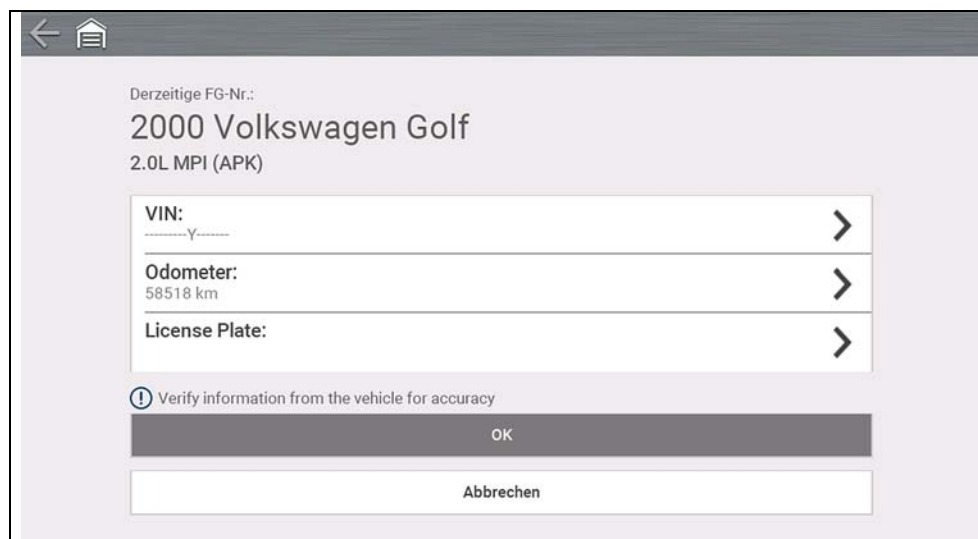

Abbildung 4-3
8. Auf dem Bildschirm zur Bestätigung der Fahrzeugidentifikation wird (Abbildung 4-3) angezeigt. Wählen Sie zum Fortfahren **Ok**.